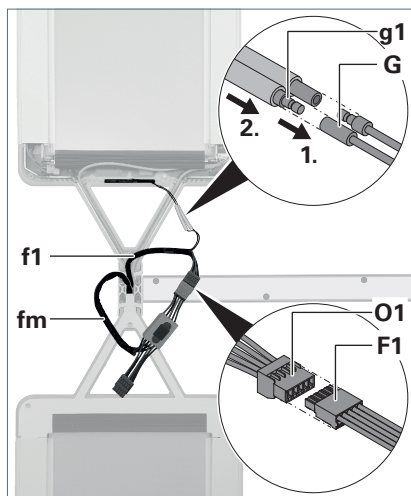

Fig. 21: Collegare le linee di alimentazione e l'antenna.
15. Collegare la linea di alimentazione **f1** dalla traversa con la linea di alimentazione **fm** del set di trefoli, inserendo il portaconnettore a listello **F1** nella morsettiera a perno **O1**, vedere Fig. 21.